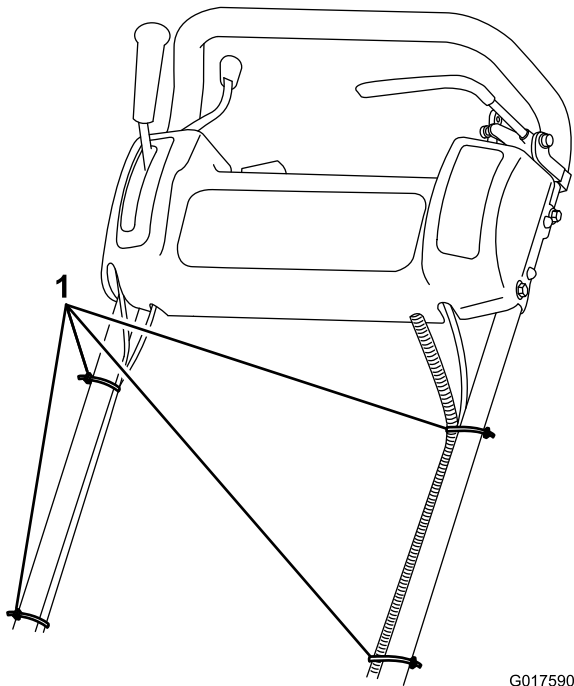

Figure 5
8. Fixez les câbles et le faisceau de câblage au guidon à l'aide des serre-câbles (Figure 5).